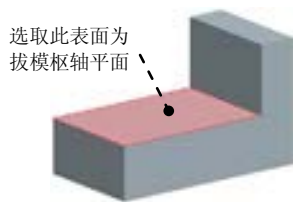

图 5.15.14 拔模枢轴平面
Step4. 选取拔模枢轴平面。先在操控板中单击  图标后的 **单击此处添加项目** 字符，再选取图 5.15.14 所示的模型表面。